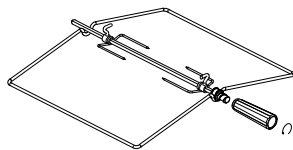
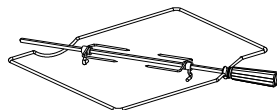

рис. 11
рис. 12
■ Электрошкаф может комплектоваться вертелом со съемной рукояткой (рис.11). В зависимости от комфортности, электрошкафы могут комплектоваться вертелами другого исполнения (рис.12). При установке и извлечении вертела использовать рукоятку, которая накручивается на резьбовую втулку.